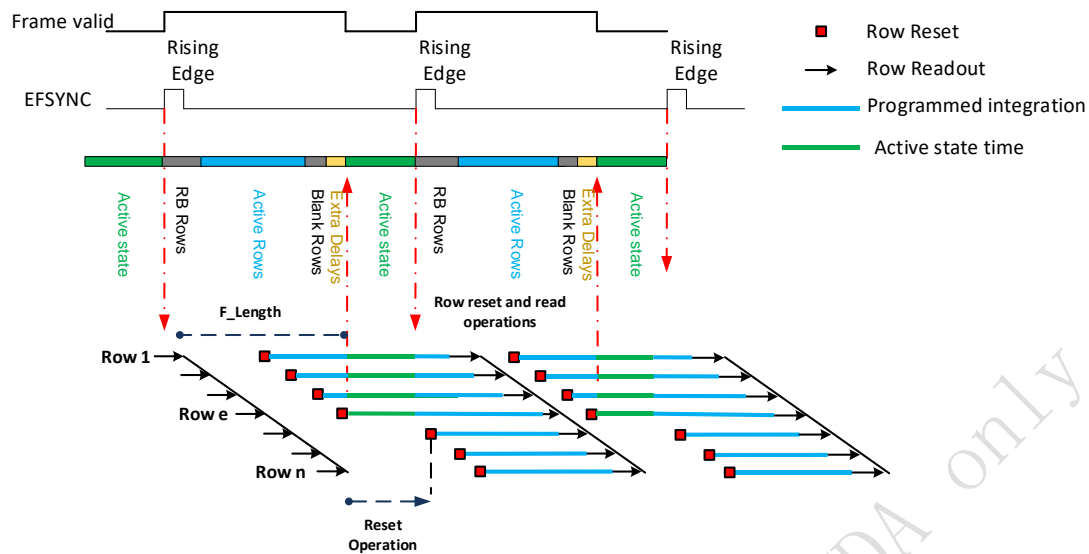

图 2-2 Slave Mode 曝光实现图
- SC5235 Slave mode 下的曝光实现如图 2-2: